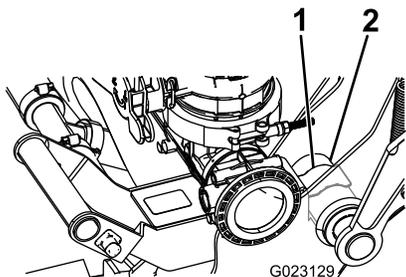

Figura 12
- Empurre até que o grampo encaixe sobre a caixa articulada como se mostra em Figura 12.